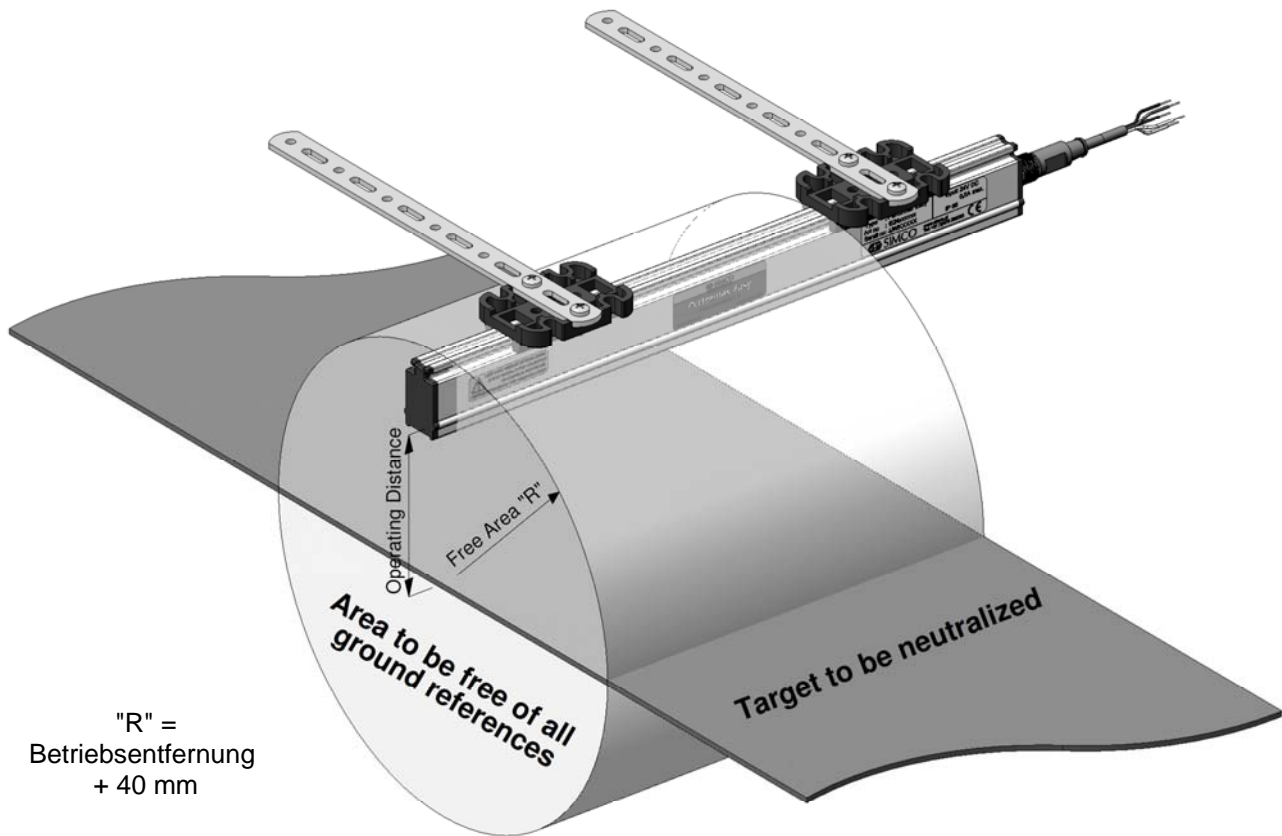

Abbildung 3: Optimale Montagepositionen des Performax Easy und Performax Easy Speed
- Um ein optimales Ergebnis zu erzielen, muss der Ionensprühstab gemäß Abbildung 3 montiert werden.
- Befestigen Sie den Ionensprühstab mithilfe der mitgelieferten Befestigungsmaterialien. Siehe Abbildung 3 und 4.